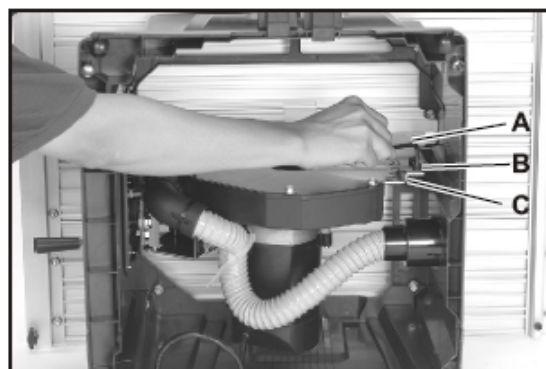
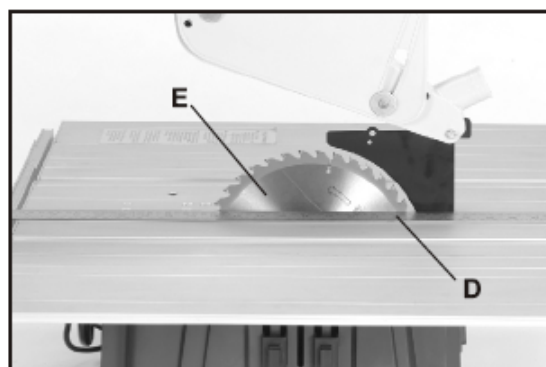

Fig 4.
Fig 5.
4. Fixez le couteau diviseur (A de la Fig. 4) au levier (C) à l'aide de deux vis, de rondelles-freins et de rondelles plates (B). Vissez sans bloquer pour l'instant.
5. A l'aide d'une règle (D de la fig. 5) ou à l'oeil nu, vérifiez que le couteau diviseur est correctement aligné sur la lame (E). Si un réglage s'impose, déplacez le couteau diviseur vers la droite ou vers la gauche, de manière à l'aligner correctement. Puis serrez la vis (B), comme illustré sur la Fig. 4.